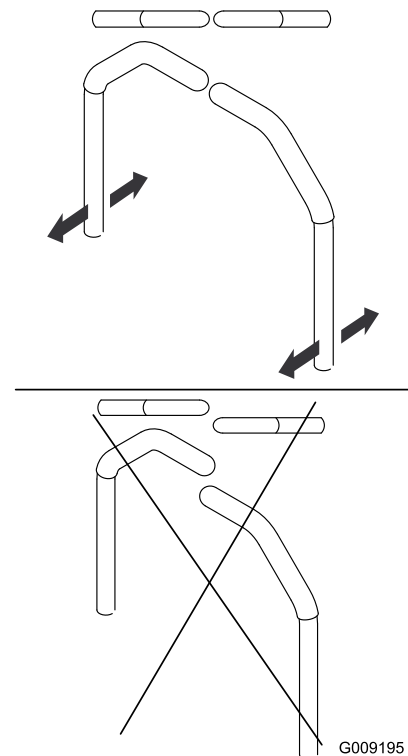

Figure 47
9. Réglez l'alignement avant/arrière des leviers en les plaçant tous deux à la position **POINT MORT**, puis faites-les coulisser jusqu'à ce qu'ils soient alignés, et serrez les boulons (Figure 47).